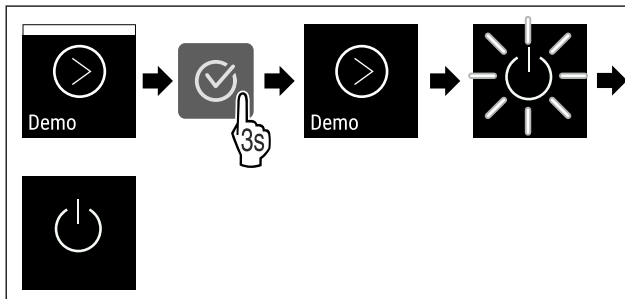

Fig. 91
- ▶ Изпълнете стъпките (виж Fig. 91) .